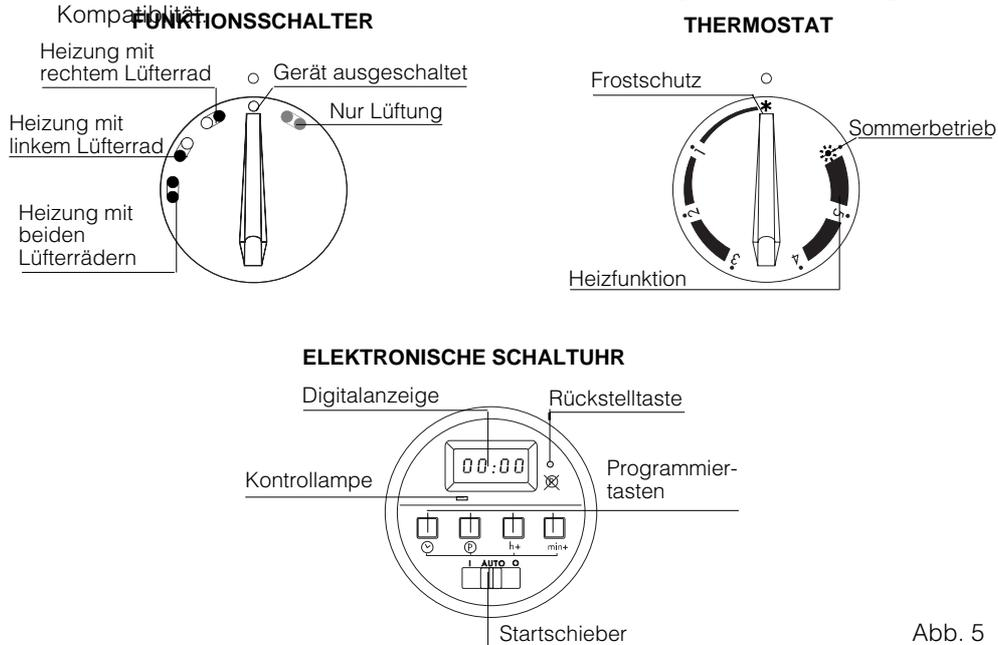
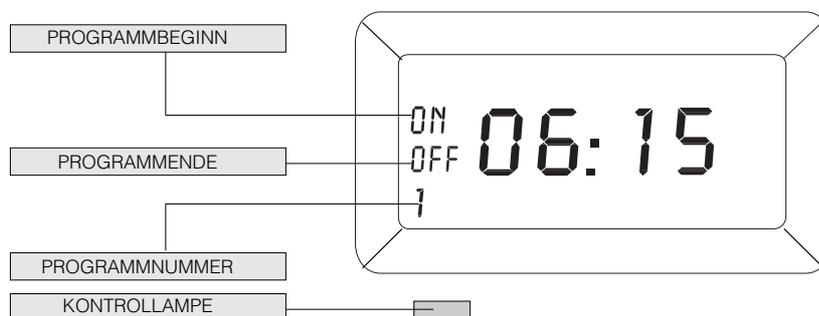

Abb. 5
Abb. 6
- Den Funktionsschalter auf eine der 3 möglichen Heizpositionen drehen (Abb. 5).
- Den Thermostatschalter auf die Position Frostschutz ***** drehen (Abb. 5).
- Den Funktionsschalter auf die Position "nur Lüftung" (Abb. 5) drehen.
- Den Thermostatschalter auf die Position **☼** "Sommerbetrieb" drehen (Abb. 5).
Zum Abschalten des Geräts den Funktionsschalter auf "O" (Abb. 5) drehen, und bei den Modellen mit Schaltuhr auch die Starttaste (Abb. 5) drücken, bis die Linie der Anzeige sich auf "O" bewegt (Abb. 6).
- Die Taste \odot und gleichzeitig die Taste h_+ (Abb. 5) drücken, bis die genaue Uhrzeit erreicht ist. Anschließend beide Tasten freigegeben.
- Die Taste \odot und gleichzeitig die Taste min_+ (Abb. 5) drücken, um die Minuten einzustellen, und anschließend beide Tasten freigegeben.
1. Den Startschieber auf Position "AUTO" schalten (Bild 5).
2. Die Taste \oplus drücken, um das 1. Einschaltprogramm abzurufen. Auf dem Display erscheinen die Anzeige ON sowie die Programmnummer (1), siehe Abb. 6.
4. Zur Eingabe der Abschaltzeit erneut die Taste \oplus drücken. Auf dem Display erscheint die Schrift OFF und eine 1 (Abb. 6). Nun mittels der Tasten h_+ und min_+ die Uhrzeit vorgeben.